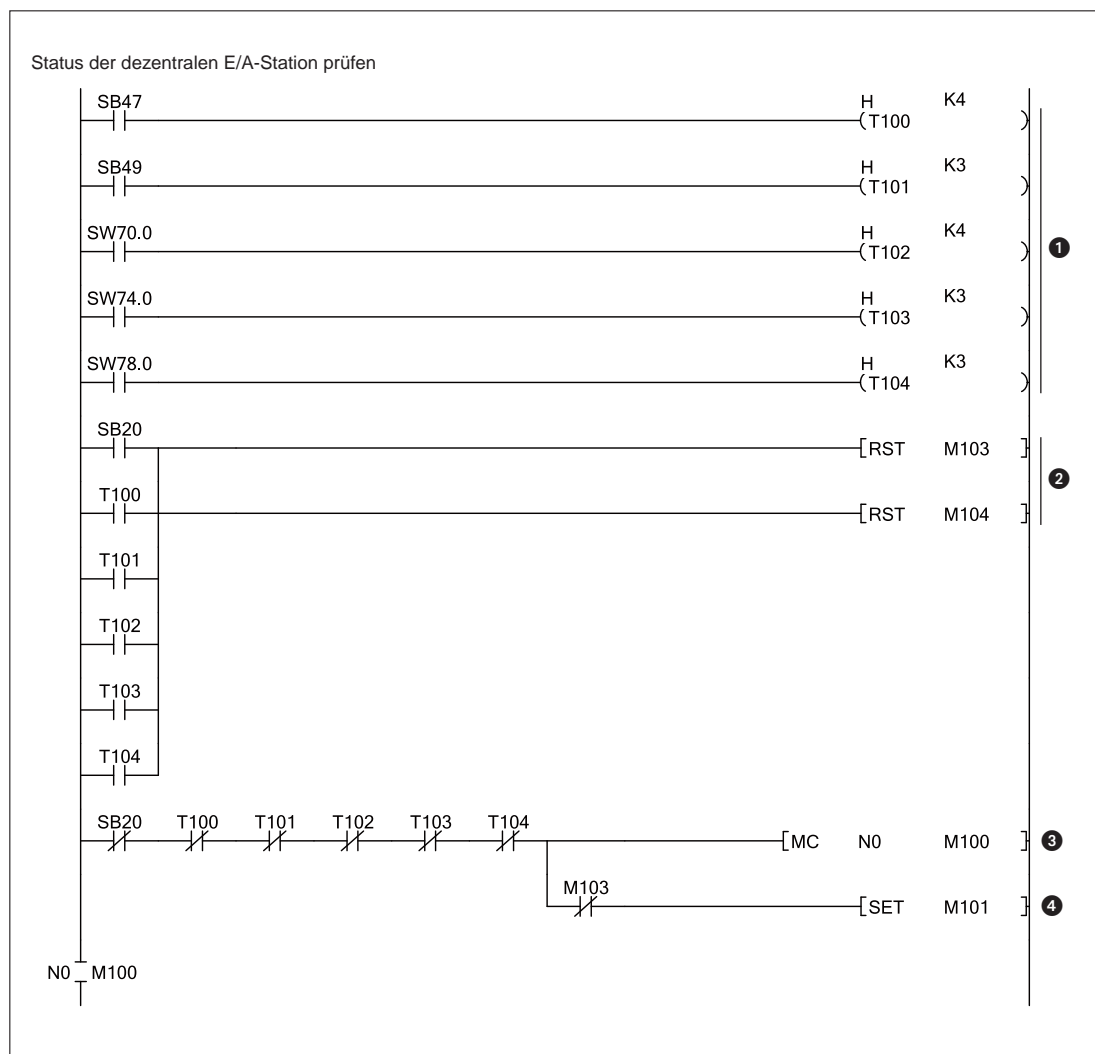

Abb. 10-40: Programmteil 1: Statusprüfung der dezentralen E/A-Station
⑦	Wenn die REMFR-Anweisung fehlerfrei ausgeführt wurde, wird der Zustand der Alarmer in Merker übertragen.
⑧	Diese Anweisungen werden nur ausgeführt, wenn der entsprechende Alarm aufgetreten ist.	Ausgangswert von Kanal 2 hat oberen Grenzwert überschritten
⑨		Ausgangswert von Kanal 2 hat unteren Grenzwert unterschritten
⑩	In jedem Programmzyklus (SM400 ist ständig „1“) wird der Zustand der Eingangssignalfehler-Erkennung in das Register D2049 übertragen.
⑪	Wenn die REMFR-Anweisung fehlerfrei ausgeführt wurde, wird der Zustand der Eingangssignalfehler-Erkennung in Merker übertragen.
⑫	Diese Anweisung wird nur ausgeführt, wenn bei Kanal 1 ein Eingangssignalfehler aufgetreten ist.
⑬	Wurde ein Eingangssignalfehler erkannt und ist der Eingang „Fehler löschen“ (X23) eingeschaltet, wird die Anforderung zum Löschen des Fehlers (Y100F) gesetzt.
⑭	Bei einem Fehler wird der Fehlercode gelesen und im Register D2019 gespeichert. Anschließend wird der Fehlercode im BCD-Format ausgegeben.
⑮	Durch den Eingang X24 wird die Anforderung zum Löschen des Fehlers (Y100F) gesetzt.
⑯	Wird kein Fehler mehr angezeigt, wird die Anforderung zum Löschen des Fehlers (Y100F) zurückgesetzt.
⑰	Ausführen der MCR-Anweisung (Master Control Reset) (Nur wenn die Eingangsbedingung der MC-Anweisung (Abb. 10-40) erfüllt ist, werden die Anweisungen zwischen der MC- und der MCR-Anweisung ausgeführt.)